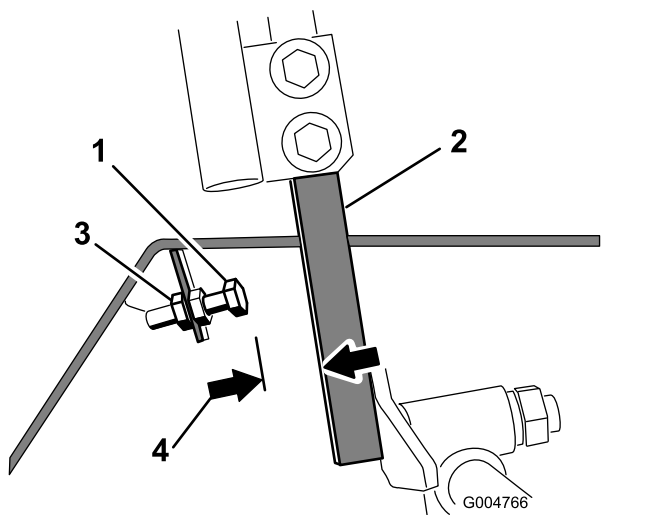

Figura 88
4. Afloje la contratuerca del perno de tope de una palanca de control (Figura 88).